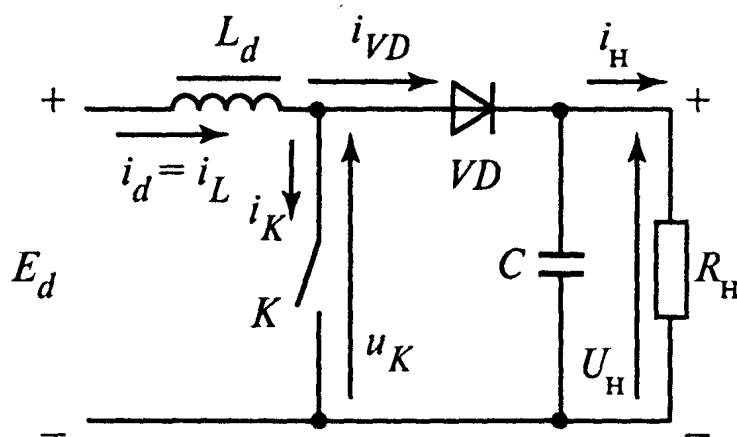

Рис. 7
11. Напряжение источника питания ИРПН второго типа (рис.7) $E_d = 12$ В, сопротивление нагрузки $R_H = 24$ Ом, напряжение на нагрузке $U_H = 24$ В, частота переключения ключа $Kf = 1000$ Гц. Определить: 1) коэффициент заполнения γ ; 2) среднее значение тока ключа I_K и среднее значение тока диода I_{VD} , пренебрегая пульсациями тока в катушке индуктивности и нагрузке.